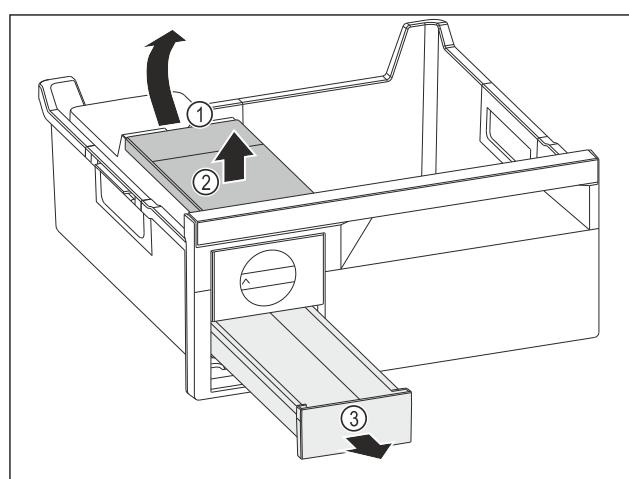

Fig. 211
- Вийняти бак для води: підняти бак для води за заглиблення Fig. 211 (1).
- Вийняти бак для води Fig. 211 (2) рухом вгору.
- Вийняти висувний ящик для кубиків льоду Fig. 211 (3) рухом вперед.